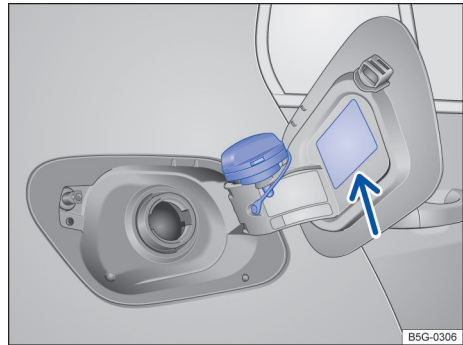

Fig. 9 Portinhola do tanque aberta com a tampa do gargalo posicionada sobre a dobradiça.
- Desrosquear a tampa do gargalo no sentido anti-horário e posicioná-la sobre a dobradiça → Fig. 9. ▶
O tipo de combustível correto para o veículo está indicado em uma etiqueta adesiva na parte interna da portinhola do tanque de combustível → Fig. 9 (seta).